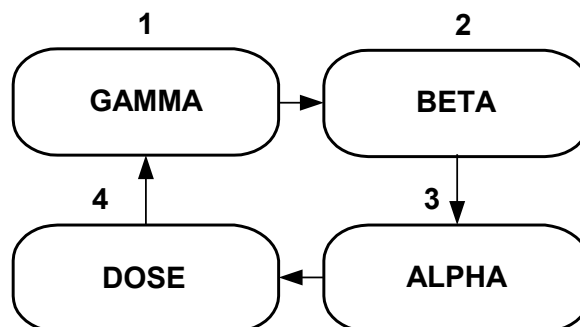
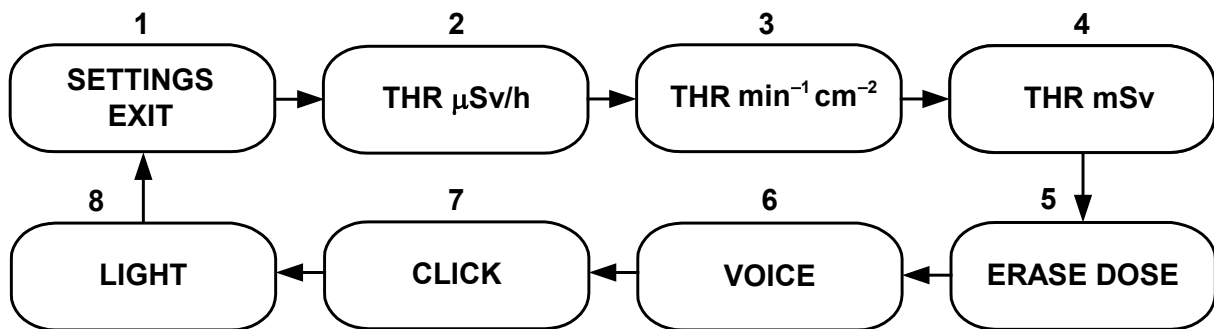

Рис. 2 Схема переключения режимов работы прибора
Рис. 3 - Схема переключения установок сигнализаций
б) переключение режимов работы осуществляется кратковременным нажатием (менее 1 с) кнопки «**MODE**» согласно схеме представленной на Рис. 2;
в) При длительном (более 2 с) нажатии кнопки «**MODE**» в любом из режимов «**GAMMA**», «**BETA**», «**ALPHA**» или «**DOSE**» прибор переходит в меню установок (на дисплее - «**SETTINGS EXIT**»). Установки сигнализаций циклически меняются по кругу кратковременными (менее 1 с) нажатиями кнопки «**MODE**» согласно схеме представленной на Рис.3. Выход из меню установок в основное меню режимов работы (Рис.2) – длительное удержании кнопки «**MODE**» при индикации на дисплее «**SETTINGS EXIT**».
Включить питание прибора (однократно нажать и отпустить кнопку «**POWER**»). При длительном (более 2 с) нажатии кнопки «**MODE**» в любом из режимов «**GAMMA**», «**DOSE**» «**BETA**» или «**ALPHA**», прибор переходит в меню установок (Рис.3), и на дисплее первоначально индицируется «**SETTINGS EXIT**». Кратковременными нажатиями кнопки «**MODE**» установить в верхней строке дисплея режим установки «**VOICE**» (Рис.3). Режим речевого озвучивания измерения мощности дозы «**PEREODICAL**», «**MANUAL**» или «**OFF**» (на нижней строке) выбирается путём длительного удержания кнопки «**MODE**»:
ВНИМАНИЕ. В режиме «**GAMMA**» (при включённом «ручном» озвучивании - «**MANUAL**») кратковременное нажатие кнопки «**MODE**» включает только речевое сообщение (и подсветку дисплея), но не изменяет режимов работы прибора согласно Рис.2. Прибор постоянно находится
в режиме измерения «GAMMA». Выход в меню установок (Рис.3) - длительное удержание кнопки «MODE».
Включить питание прибора (однократно нажать и отпустить кнопку «POWER»). При длительном нажатии (более 2 с) кнопки «MODE» прибор переходит в меню установок (Рис.3). При индикации в верхней строке дисплея «CLICK» режим работы звуковой сигнализации интенсивности излучения («ON» или «OFF» в нижней строке) выбирается путем длительного удержания (более 2 с) кнопки «MODE»:
Включить питание прибора (однократно нажать и отпустить кнопку «POWER»). При длительном нажатии (более 2 с) кнопки «MODE» прибор переходит в меню установок (Рис.3). При индикации в верхней строке дисплея «LIGHT» длительность подсветки дисплея (в нижней строке) регулируется путем длительного удержания (более 2 с) кнопки «MODE»:
Включить питание прибора (однократно нажать и отпустить кнопку «POWER»). При длительном нажатии (более 2 с) кнопки «MODE» прибор переходит в меню установок (Рис.3). При индикации на дисплее «THR $\mu\text{Sv/h}$ » путем длительного удержания (более 2 с) кнопки «MODE» прибор переключается в подменю установки порога сигнализации мощности дозы и на дисплее индицируется «9999.9 $\mu\text{Sv/h}$ ».
Включить питание прибора (однократно нажать и отпустить кнопку «POWER»). При длительном нажатии (более 2 с) кнопки «MODE» прибор переходит в меню установок (Рис.3). При индикации на дисплее «THR $\text{min}^{-1} \text{cm}^{-2}$ » путем длительного удержания (более 2 с) кнопки «MODE» прибор переключается в подменю установки порога сигнализации плотности потока бета-частиц и на дисплее индицируется «99999 $\text{min}^{-1} \text{cm}^{-2}$ ».
Включить питание прибора (однократно нажать и отпустить кнопку «**POWER**»). При длительном нажатии (более 2 с) кнопки «**MODE**» прибор переходит в меню установок (Рис.3). При индикации на дисплее «**THR mSv**» путем длительного удержания (более 2 с) кнопки «**MODE**» прибор переключается в подменю установки порога сигнализации интегральной дозы и на дисплее индицируется «**999.999 mSv**».
Сброс (обнуление) интегральной дозы осуществляется в подменю установок (Рис.3) длительным (более 2с) двойным нажатием кнопки «**MODE**» при индикации на дисплее «**ERASE DOSE**».
- перезапустить режим «**BETA**» прибора кнопкой «**MODE**» (см. Рис. 2) и при достижении статистической погрешности менее 20%, зафиксировать среднее фоновое показание дисплея N_{ϕ} , част./((мин·см²));